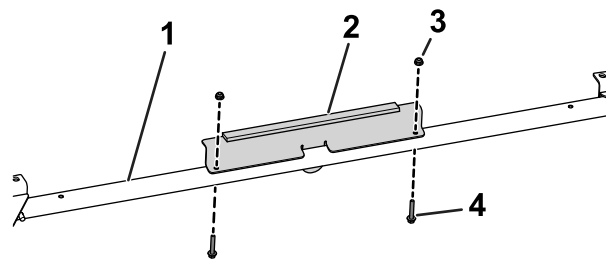

Figura 37
11. Utilice 2 pernos de cabeza hexagonal con arandela prensada (¼" x 1½") y 2 tuercas (¼") para sujetar el soporte delantero al enlace transversal delantero (Figura 37).